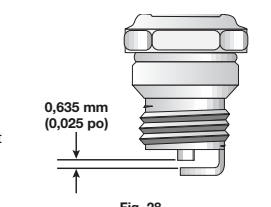

Fig. 28
- Remplacez toute bougie fendillée, encrassée ou sale. Réglez l'écartement à **0,635 mm (0,025 po)** à l'aide d'une jauge d'épaisseur (Fig. 28).